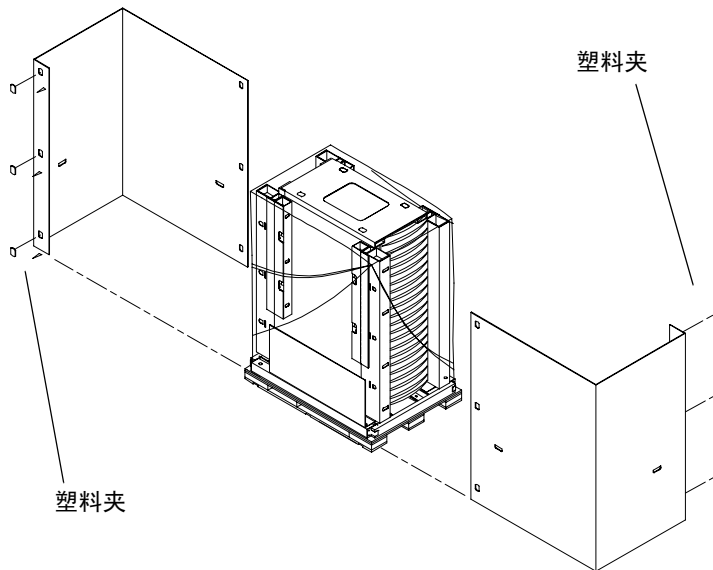

图 2-2 拆开 Sun Fire 6800 系统的包装 — 步骤 2
2. 取下用于缝合装运箱两个主要部分的塑料夹（图 2-2）。